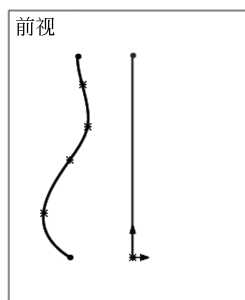

图 6-46 前视基准面上绘制第一条引导线草图
- [3] 在前视基准面上绘制第一条引导线草图，如图 6-46 所示。